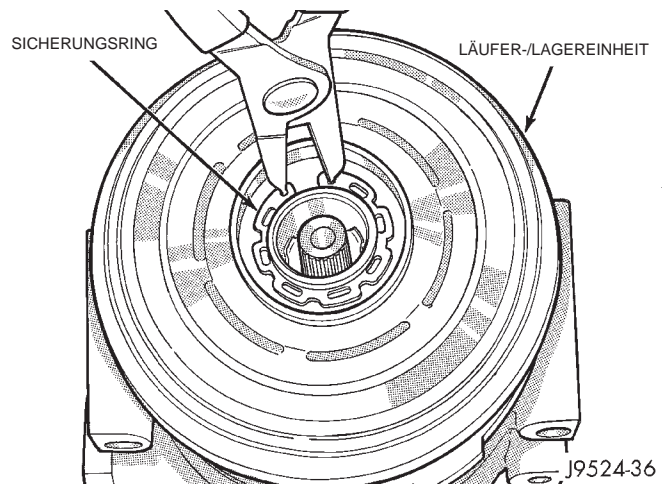
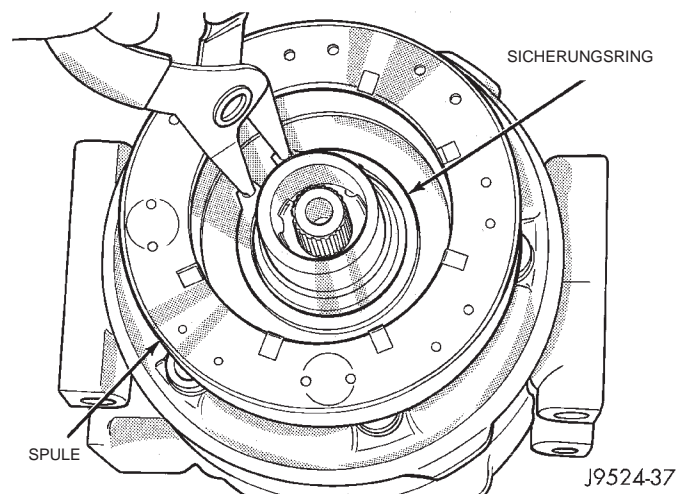

Abb. 13 Außen-Sicherungsring aus- und einbauen
Abb. 14 Sicherungsring der Kupplungsspule aus- und einbauen
(6) Mit einer Sicherungsringszange den Außen-Sicherungsring von der Nabe des vorderen Kompressorgehäuses abbauen und den Kupplungsläufer samt Lager abnehmen (Abb. 13).
(7) Die Schraube lösen, mit welcher der Halter des Kabelbaums der Kupplungsspule am vorderen Kompressorgehäuse befestigt ist, und Halter abnehmen.
(8) Sicherungsring von der Kompressornabe abbauen und Kupplungsspule abnehmen (Abb. 14). Kupplungsspule von der Kompressornabe abziehen.